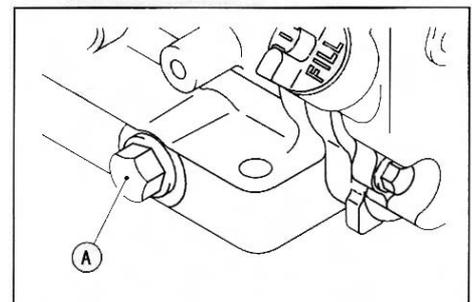

Abb. 17
- Lösen Sie die Ölablassschraube (A, Abb. 17) unten am Motor.